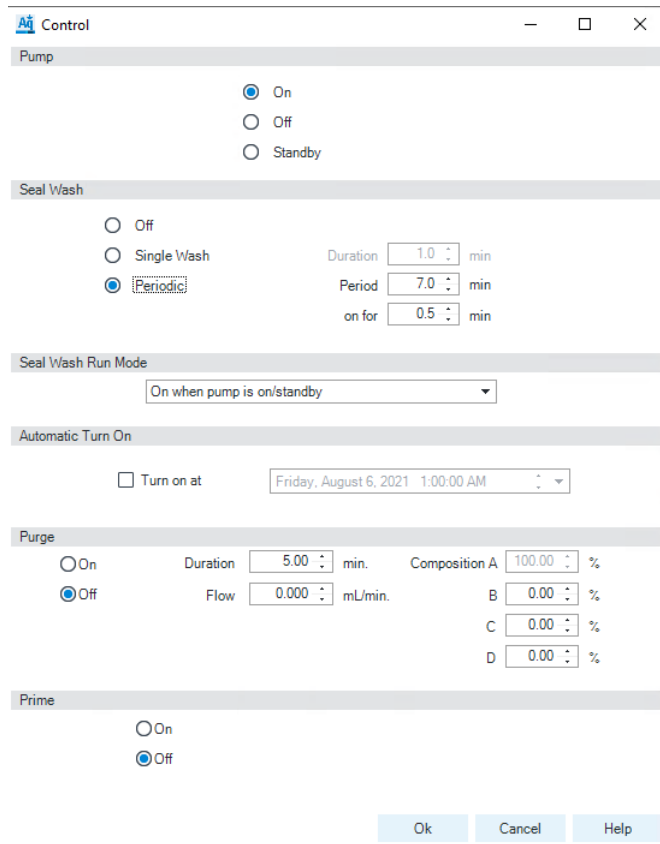
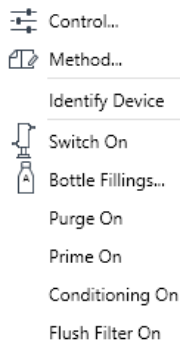

Figura 3 Ajustes del lavado de sellos (bombas 1290 Infinity)
Figura 5 Menú contextual (bombas 1290 Infinity)
El cuadro de diálogo se puede encontrar debajo de la pantalla de control; se recomienda utilizar los ajustes indicados en Figura 3 en la página 11.
- El ajuste puede cambiarse en la pantalla de Control, véase la Figura 3 en la página 11. Se puede acceder a los ajustes mediante el menú contextual, véase la Figura 5 en la página 11.